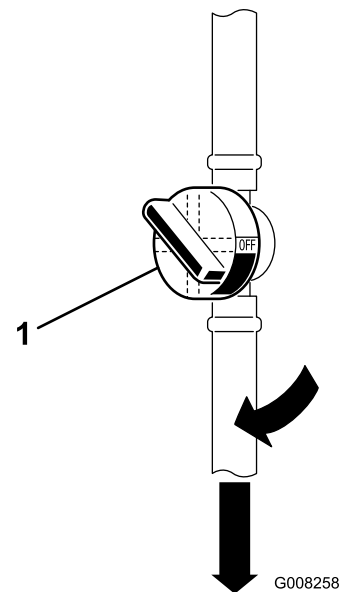

Figure 11
1. Ouvrez le robinet d'arrivée de carburant situé entre le réservoir de carburant et le moteur (Figure 11).